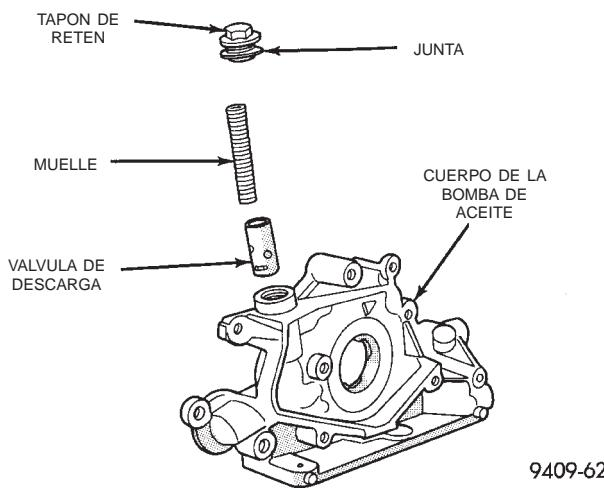
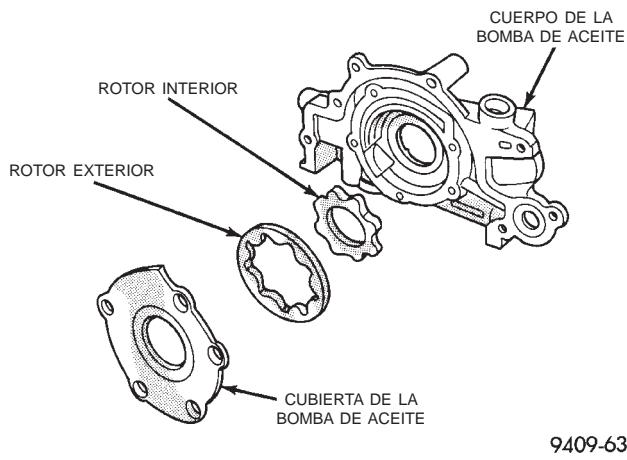

Fig. 94 Válvula de descarga de presión de aceite
Fig. 95 Bomba de aceite
(1) Para retirar la válvula de descarga, proceda de la siguiente manera:
(2) Retire el tapón roscado y la junta de la bomba de aceite (Fig. 94).
**PRECAUCION: Debe instalarse la válvula de descarga de presión de la bomba de aceite tal como se muestra en la (Fig. 94) o puede producirse una avería seria.**
(3) Retire el muelle y la válvula de descarga (Fig. 94).
(4) Retire los tornillos de la cubierta de la bomba de aceite y levante la tapa.
(5) Retire los rotores de la bomba.
(6) Lave todas las piezas con un solvente adecuado e inspeccione con detenimiento si existen averías o desgaste (Fig. 95).